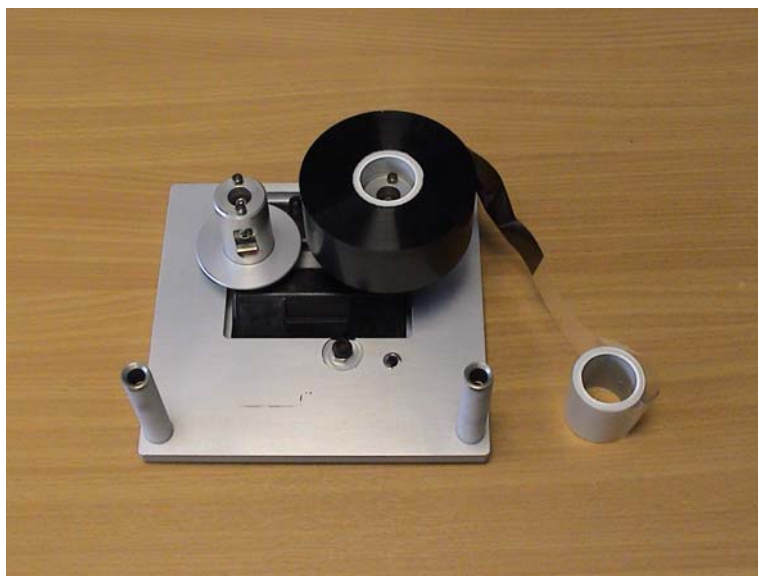

Рисунок 5-12: Установка ленточной бобины
- 6 Насадите полную бобину на держатель с черным диском. Моток должен быть расположен таким образом, чтобы лента раскручивалась в направлении, показанном на Рисунок 5-12.